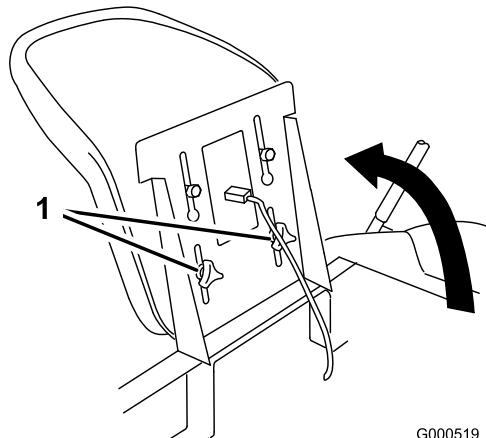

Figura 13
1. Alzate il sedile e allentate le manopole di regolazione quanto basta per spostarlo (Figura 13).